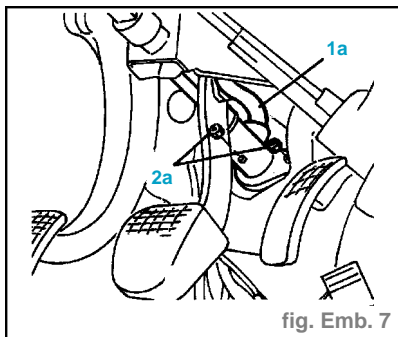

fig. Emb. 7
- Déconnecter le flexible (1a) du réservoir d'embrayage au maître-cylindre, du côté du maître-cylindre (fig. Emb. 7).